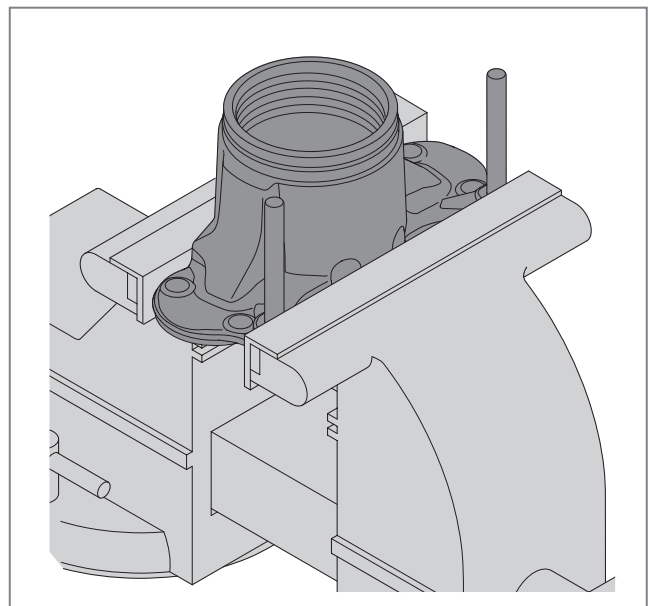

Abb. 50 - Spannvorrichtung für die Druckplatte
1. Spannen Sie die Druckplatte in einem Schraubstock mit weichen Backen ein, *siehe* ► *Abb. 50*. Spannen Sie die Druckplatte nicht zu fest ein, damit sie nicht beschädigt wird!